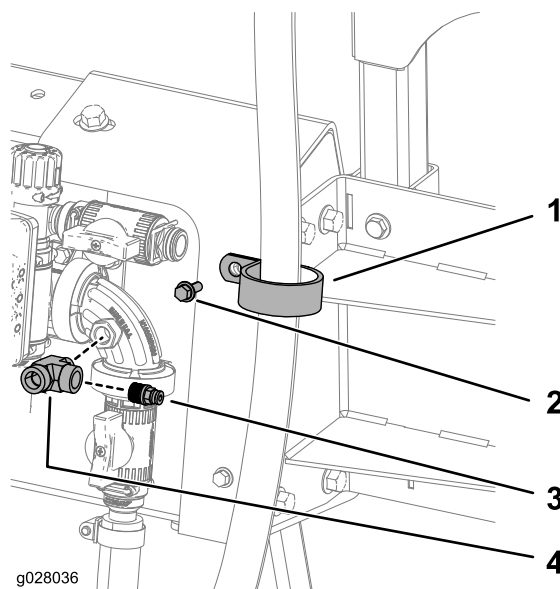

Figure 37
1. Fixez le flexible (180 cm) au support supérieur à l'aide d'un collier en R, d'un boulon ($\frac{1}{4}$ "-20 x $\frac{3}{4}$ ") et d'un écrou ($\frac{1}{4}$ "-20), comme montré à la Figure 37.
2. Appliquez du produit d'étanchéité au PTFE sur le filetage du raccord en T et branchez le raccord à la vanne de commande (Figure 37).
3. Appliquez du produit d'étanchéité au PTFE sur le filetage du coupleur et branchez le coupleur au raccord en T (Figure 37).